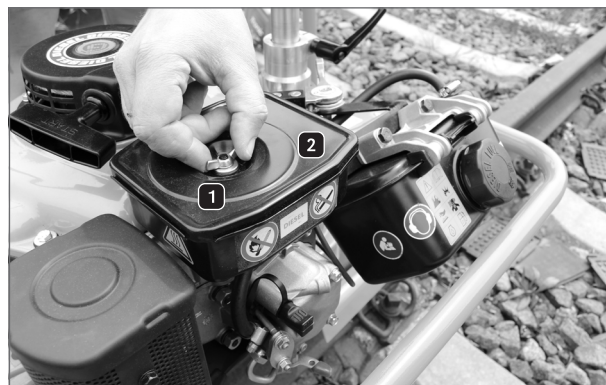

Abbildung 31: GP 4000 D – Luftfilter überprüfen 1
2. Maschine so positionieren, dass sich der Luftfilter in horizontal waagerechter Position befindet (siehe Abbildung 31 „GP 4000 D – Luftfilter überprüfen 1“) und Maschine gegen Umfallen sichern.